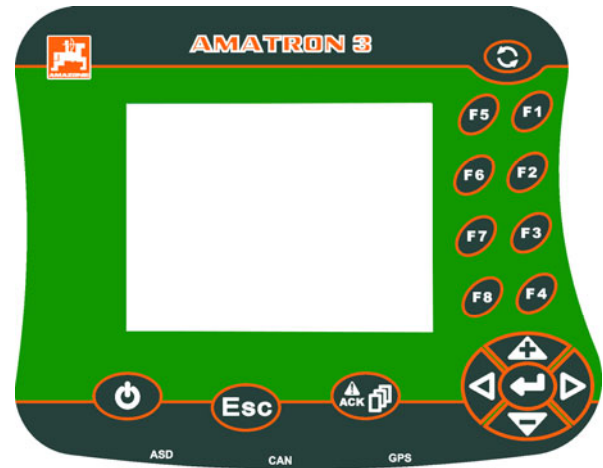

Fig. 151
- 4.1 Press the (Fig. 151/1) button.